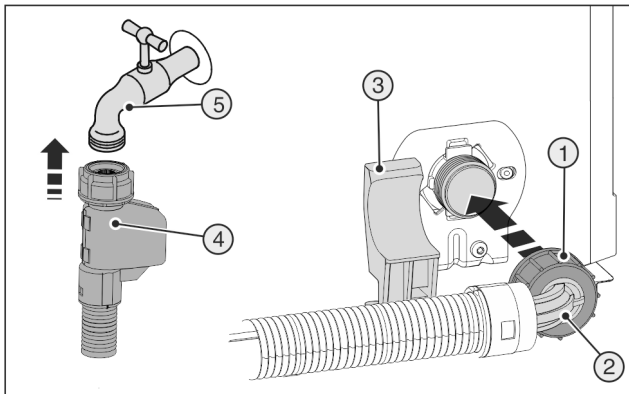

Fig. 8
- ▶ Приєднайте прямий кінець шланга Fig. 8 (4) до запірного крану Fig. 8 (5).